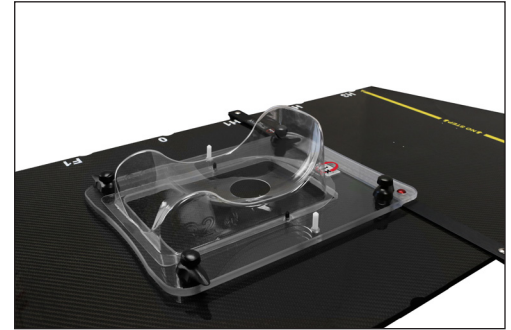

Fig. 1
2. Poziționați un suport pentru cap Silverman peste știfturile de indexare corespunzătoare (Fig. 1).